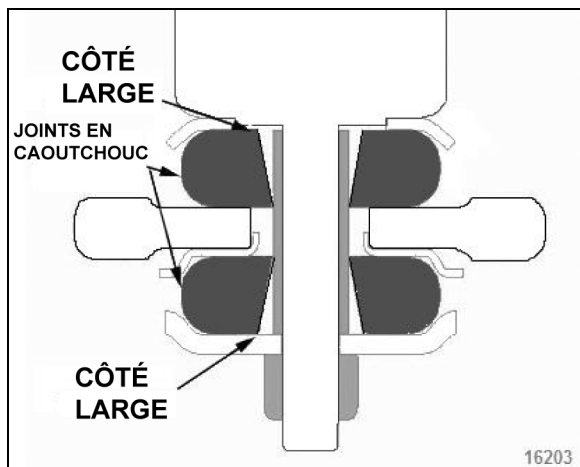

FIGURE 20: BAGUES DE MONTAGE INFÉRIEUR D'AMORTISSEUR
4. Sur le montage inférieur, veillez à poser les joints de caoutchouc avec le côté large du trou conique comme illustré dans Figure 20.